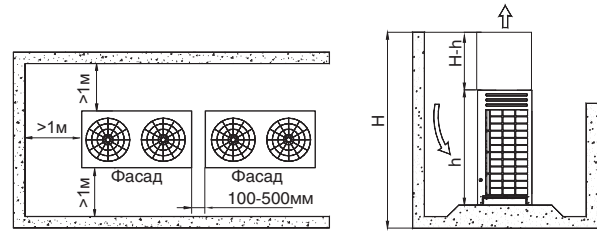

Рис. 4-12
• Если наружный блок расположен ниже окружающей преграды, то чтобы избежать отражения горячего воздуха от наружного блока и эффекта рециркуляции потока, необходимо дополнительно установить воздухонаправляющее устройство на верхнюю крышку наружного блока для отвода тепла. (См. Рис. 4-12). Высота воздухонаправляющего устройства H-h. Исполнение воздухонаправляющего устройства производится на месте работ.